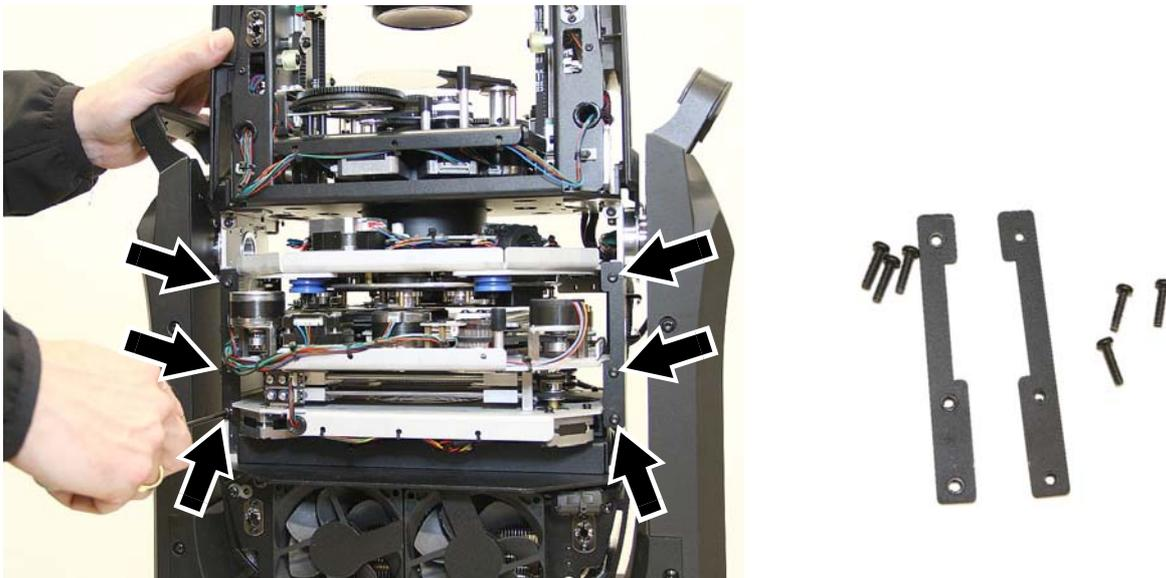

Figure 13: Dépose des platines de fixation du module
6. Voir Figure 13. Tournez la tête de 180° de façon à intervenir sur le haut des modules. Retirez les 6 vis (repérées ci-dessous) et déposez les platines de blocage des modules d'effets. Réservez-les pour le remontage.